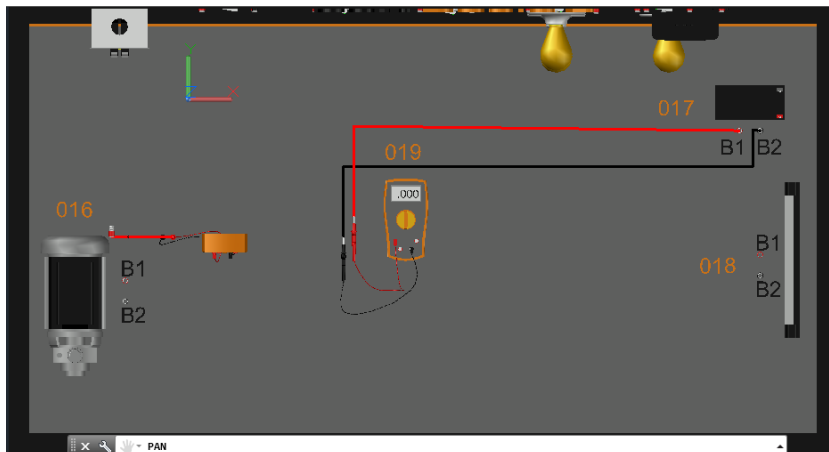

Fig.4 Medición de voltaje en batería de sistema fotovoltaico.
5.- Colocar el cable rojo (INPUT) en el borne 017-B1 y el negro (COM) en el borne 017-B2 (como está indicado en la sección medición de parámetros eléctricos/medición de voltaje 017) Fig.4